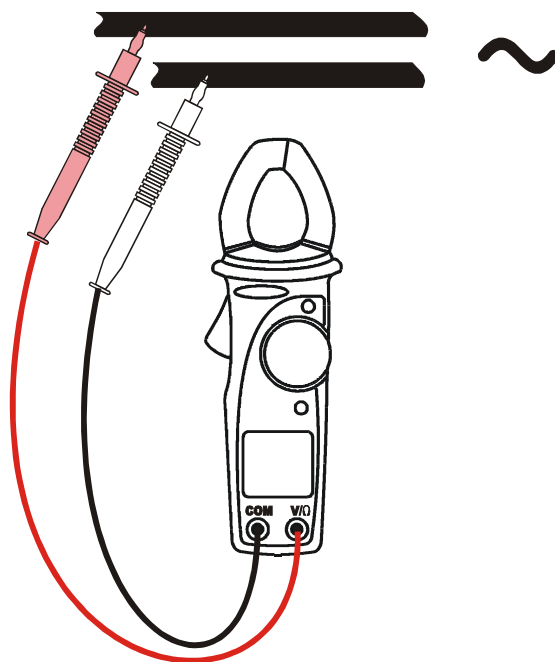

Fig. 4: Utilisation de la pince pour des mesures de tension AC
2. Insérer les câbles de test dans les prises : la fiche rouge dans la prise V/Ω, et la fiche noire dans la prise COM comme montré en Fig. 4.